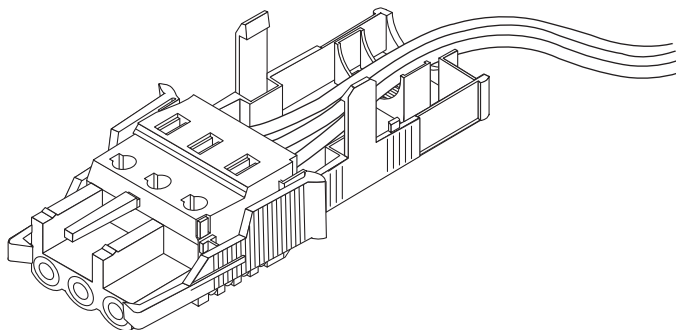

FIGURA 5-7 Salida de los hilos por la parte inferior de la caja de retención
- 2. Pase los tres hilos de la fuente de alimentación de CC por la abertura semicircular situada en el extremo de la caja de retención de cables (FIGURA 5-7).**